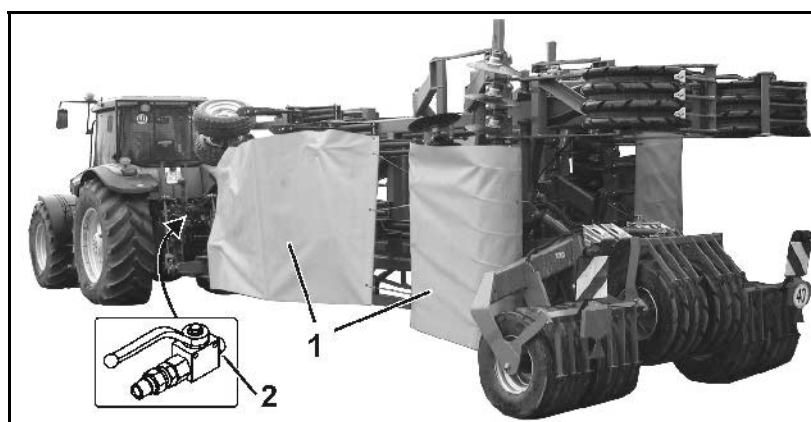

Fig. 7
- Overtræk til vejtransport (Fig. 7/1). Ved brug fastgøres overtrækkene på trækstangen.
- Kugleventil mod utilsigtet udklapning (Fig. 7/2).